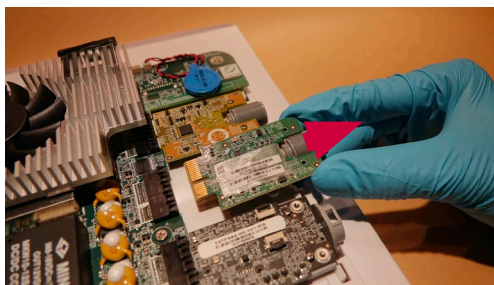

Figure 22 - Retrait de la carte VDI
- b) Retirer la carte VDI du connecteur de la carte mère (Figure 22)